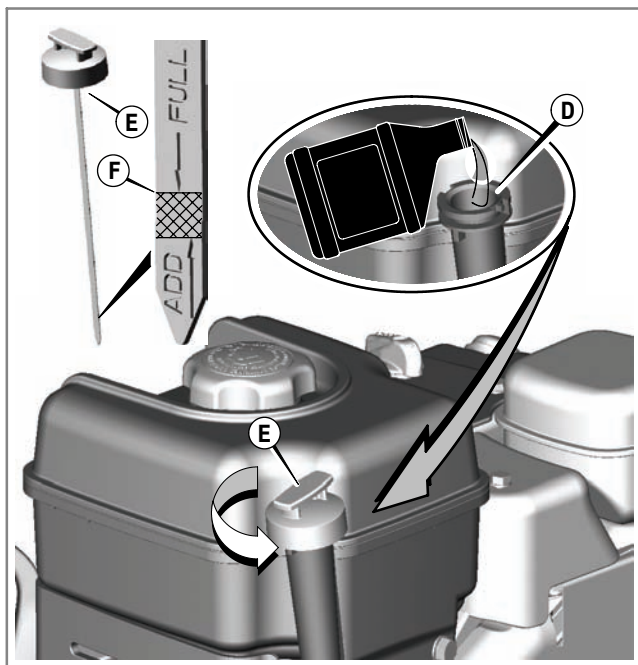

Figura 19
1. Rimuovere l'astina (E, Figura 19) e asciugare con un panno pulito.
2. Versare lentamente l'olio nel motore (D). **Non rabboccare eccessivamente.** Dopo aver aggiunto l'olio, attendere un minuto prima di verificarne nuovamente il livello.
4. Rimuovere l'astina e controllare il livello dell'olio. Rimuovere e controllare il livello dell'olio. Assicurarsi che il livello dell'olio sia sul segno PIENO (F) sull'astina.